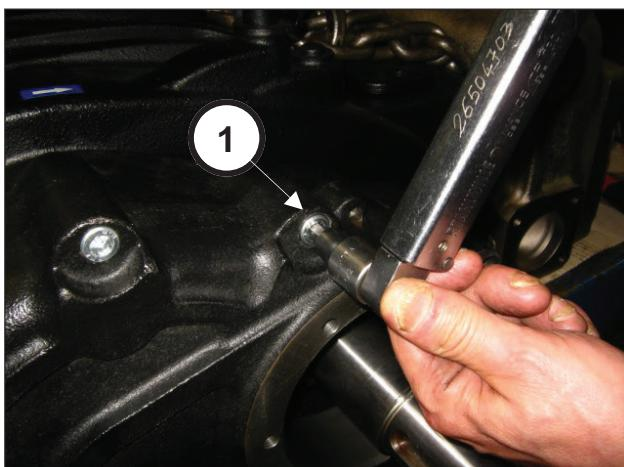

Fig. 73
Montare il coperchio riduttore (pos. ①, Fig. 72) e fissarlo mediante 10 viti M10x50 (pos. ①, Fig. 73). Tarare le viti con chiave dinamometrica come indicato nel capitolo 3.